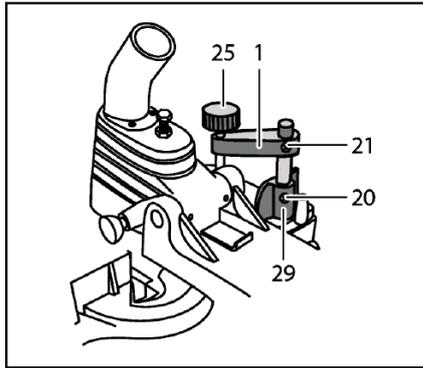

Рис. 2
Для надежной фиксации заготовки при пилении на фронтальном упоре (15) предусмотрены гнезда (29) для крепления струбицы (Рис. 2). Вставьте стержень струбицы в гнездо и затяните винт (20) на задней стороне гнезда для закрепления стержня. Отрегулируйте струбину в соответствии с размером. Струбина может быть установлена в упоре как слева, так и справа от пильного диска.